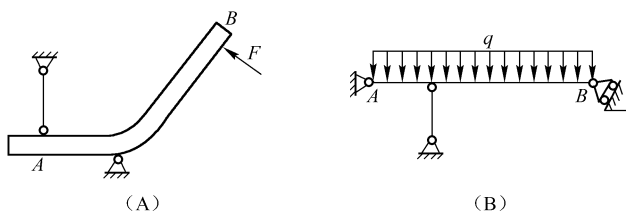

图 19
4. 画出如图 19 所示物体系中每个刚体的受力图。设接触面都是光滑的，没有画重力矢量的物体都不计重力。